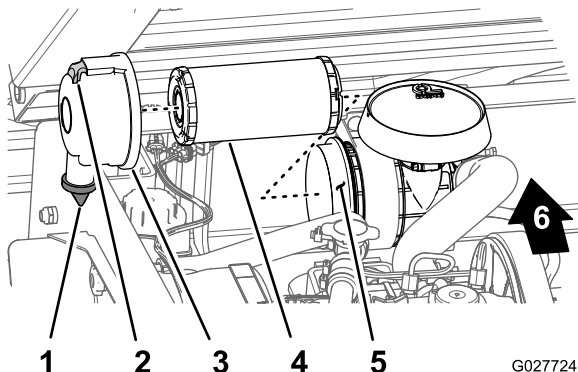

Рисунок 34
2. Проверьте корпус воздухоочистителя на отсутствие повреждений, которые могли бы вызвать утечку воздуха (Рисунок 34).
3. Оттяните защелку наружу и поверните крышку воздухоочистителя против часовой стрелки (Рисунок 34).
элемента из корпуса воздушного фильтра (Рисунок 34).
1. Очистите канал для выброса грязи, расположенный в крышке воздушного фильтра (Рисунок 34).
2. Извлеките из крышки резиновый выпускной клапан, очистите полость и замените выпускной клапан (Рисунок 34).
3. Вставьте элемент в корпус воздушного фильтра, нажимая на наружный обод элемента, чтобы посадить его в крышку воздушного фильтра (Рисунок 34).
приблизительно между 5 и 7 часами, если смотреть с торца (Рисунок 34).
5. Закрепите крышку на корпусе защелками (Рисунок 34).